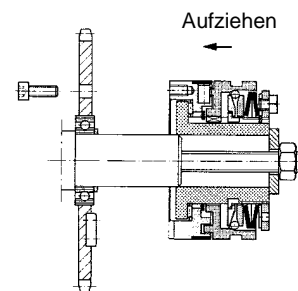
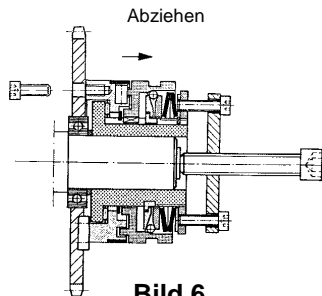

Bild 3
Bild 6
Bei den Ausführungen "EAS®-kurze gelagerte Nabe" und "EAS®-lang vorstehende Nabe" werden die Antriebselemente auf die Kupplungsnabe montiert und mit dem Druckflansch (2) der EAS®-Kupplung verschraubt. Anschließend wird die Kupplung mit einer Vorrichtung auf die Welle gezogen. Bei EAS®-Flanschausführung zuerst Antriebselement mit Lagerung auf die Welle montieren, dann die Kupplung auf die Welle aufziehen und mit dem Antriebselement verschrauben (Bild 3). Bei Stoß- und Rüttelbetrieb sollte zusätzlich zwischen Antriebselement und Druckflansch (2) eine Querspassfeder eingebaut werden (Bild 6).
Benutzen Sie zum Abziehen der Kupplung, je nach Einbaulage, entweder die Gewindelöcher in der Einstellmutter (8.1) oder im Druckflansch (2). Bei EAS®-Flanschausführung muss das Antriebselement vor dem Abziehen vom Druckflansch (2) abgeschraubt werden (Bild 6).